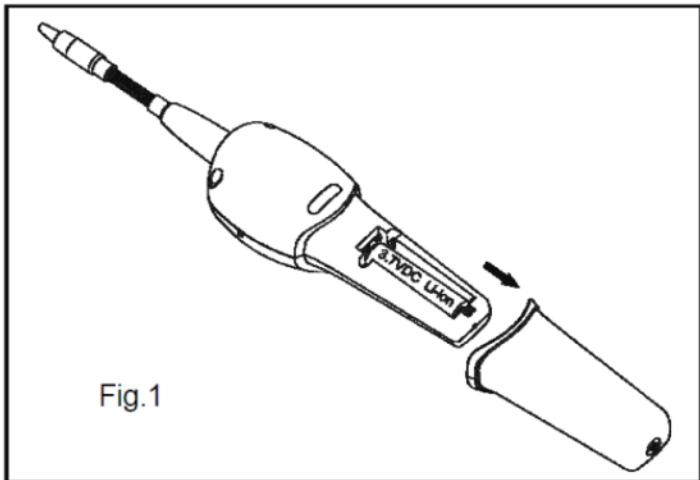

Fig.1
- Dévisser et retirer le couvercle du compartiment des batteries situé sur le bas de l'instrument comme indiqué ci-dessous (Fig. 1).